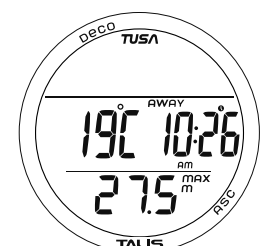

Abb. 58 - NULLZEIT-ALT 1
**NORM-Nullzeit-ALT-1-Display**, Informationen beinhalten (Abb. 58):